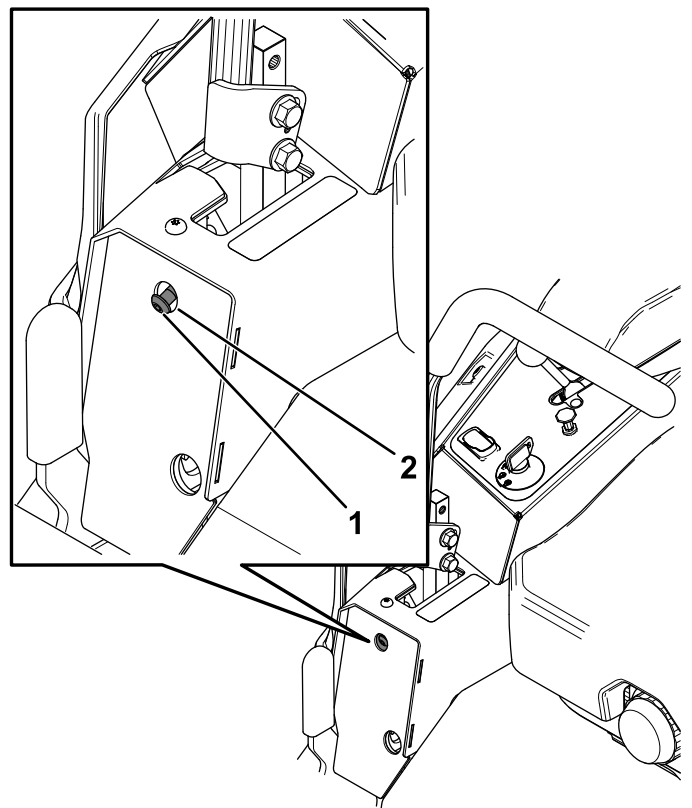

Figura 61
6. Si la máquina se desvía hacia la derecha, inserte una llave hexagonal de 3/16" a través del orificio de acceso del panel izquierdo delantero y gire el tornillo en sentido horario o antihorario para ajustar el recorrido de la palanca (Figura 61).
7. Si la máquina se desvía hacia la izquierda, inserte una llave hexagonal de 3/16" a través del orificio de acceso del panel derecho delantero y gire el tornillo en sentido horario o antihorario para ajustar el recorrido de la palanca (Figura 61).